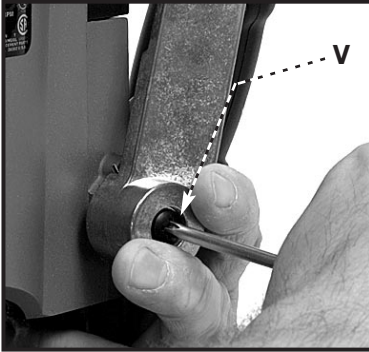

Fig. 9
1. Tenez le levier en position verticale (voir Fig. 9). Utilisez un tournevis à empreinte cruciforme pour retirer la vis de retenue, (V) Fig. 9. **Continuez** à tenir le levier tout au long des étapes qui restent.